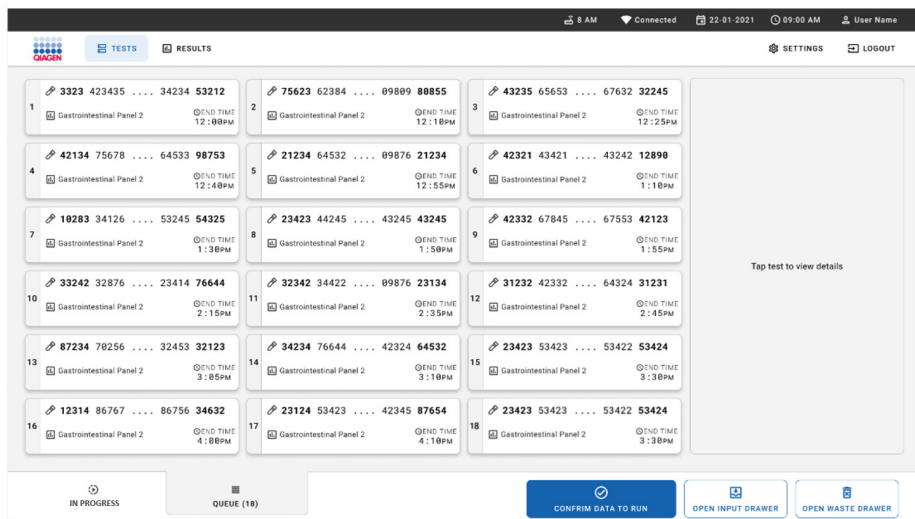

Figura 28. Tela Sample queue (Fila de amostras).
14. Após uma leitura bem-sucedida, a fila será exibida (Figura 28). Revise os dados e, em caso de erro, pressione o botão **OPEN INPUT DRAWER** (Abrir gaveta de entrada), para remover e ler novamente o respectivo cartucho, seguindo as etapas 10–13.